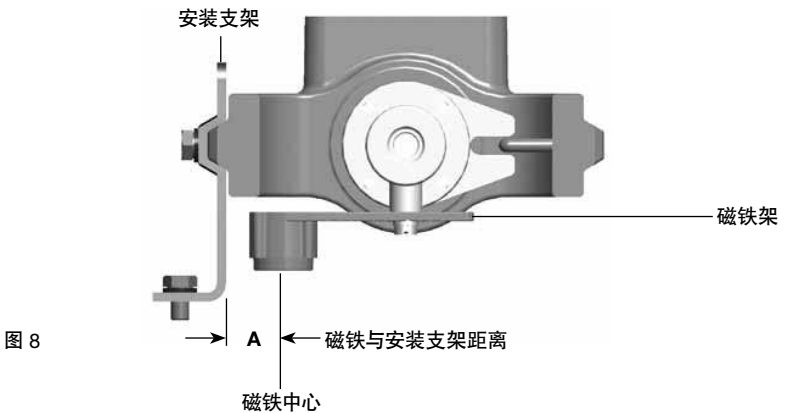

图8
5.2.3 如果您不是使用斯派莎克执行器, 滑动磁铁架, 直到磁铁中心与安装支架内沿距离'A'为25mm (图8)。